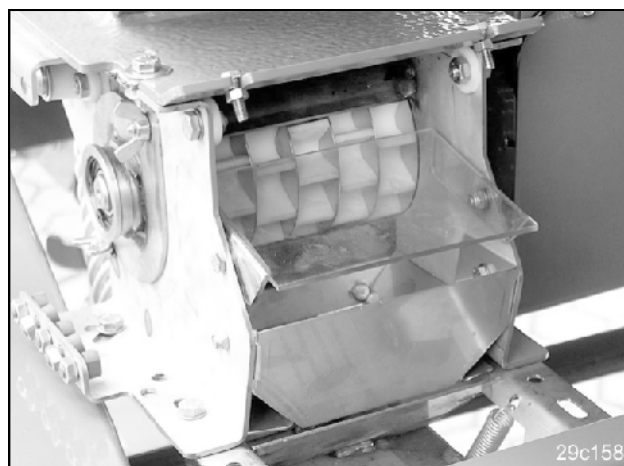

Fig. 72
- Figuren (Fig. 72) viser skyveren i lukket stilling.